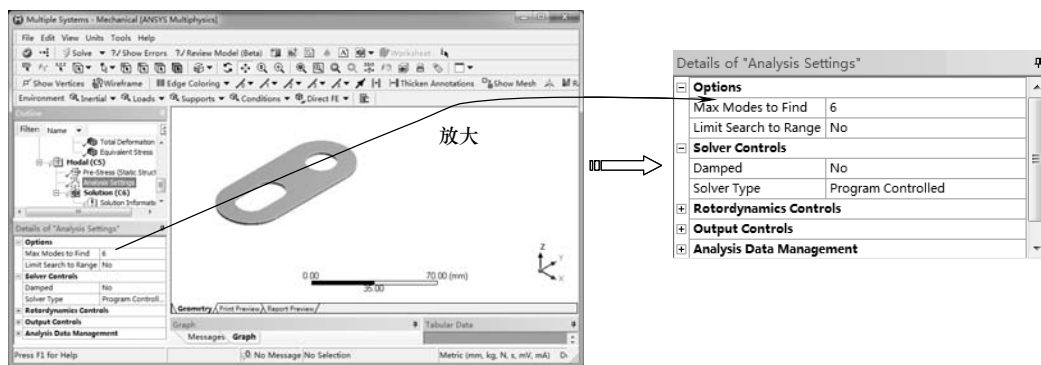

图 12-36 设置模态求解参数
1) 在【Outline (分析树)】中选择【Modal (C5)】节点下的【Analysis Settings】项，将【Detail of “Analysis Settings”】中的【Max Modes to Find】设置为6，求解前6节模态，如图 12-36 所示。